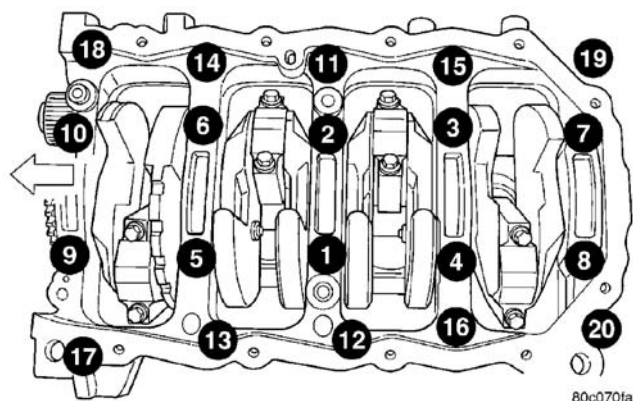

图 52 底板螺栓扭矩顺序
(5) 将下主轴承装入主轴承盖/底板。确保轴承凸舌座落于底板槽中。将主轴承/底板安装至发动机体内。
(6) 在安装螺栓之前，在给螺纹上抹干净的发动机油，擦去过多的发动机油。
(7) 装上主轴承底板到发动机体的螺栓 11, 17 及 20, 用手指拧紧。将这些螺栓向下拧紧在一起，直至底板接触到缸体。
(8) 为确保止推轴承正确校正，进行下列步骤：
• 步骤 5: 以(图 52)所示的顺序，安装和紧固螺栓(1—10)至 41N·m(30ft. lbs.)。
(9) 以(图 52)所示的顺序，再次紧固螺栓(1—10)至 41N·m(30ft. lbs.)。
(10) 以(图 52)所示的顺序，再次紧固螺栓(1—10) 1/4 圈。
(11) 按(图 52)所示的顺序安装主轴承底板至发动机体螺栓(11—20)，并将每个螺栓拧紧至 28 N·m(20ft. lbs.)。
(12) 按(图 52)所示的顺序再次拧紧螺栓(11—20)至 28 N·m(20ft. lbs.)。
(13) 安装主轴承底板后，检查曲轴的转动扭矩。扭转扭矩不要超过 5.6N·m(50in. lbs.)。
(14) 安装连杆轴承和轴承盖。**不可重复使用连杆螺栓。** 连杆螺栓扭矩至 27 N·m(20ft. lbs.) 外加 1/4 圈。
(15) 安装平衡轴和外壳组件。(参见 9-发动机/气门正时/平衡轴-安装)
(16) 安装油泵。(参见 9-发动机/润滑/机油泵-安装)
(17) 安装气缸盖(如果已经被卸)(参见 9-发动机/气缸盖-安装)
(18) 安装正时皮带后盖。(参见 9-发动机/气门正时/正时皮带/正时链盖-安装)
(19) 安装曲轴链轮。(参见 9-发动机/气门正时/正时皮带/正时链盖-安装)
(20) 安装正时皮带。(参见 9-发动机/气门正时/正时皮带/正时链盖-安装)